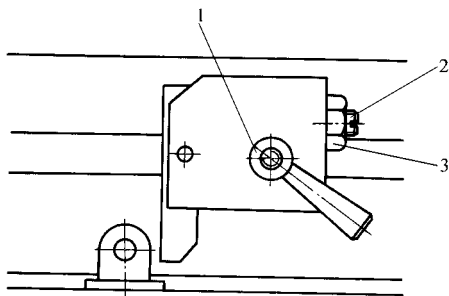

图 2-7 挡铁的调整
(2) 挡铁的调整 在下工作台前侧的 T 形槽内装有两块行程挡铁, 调整挡铁的位置即可控制工作台的行程。如图 2-7 所示, 1 为紧固扳手, 螺钉 2 可微调工作台行程, 调整后用螺母 3 锁紧。